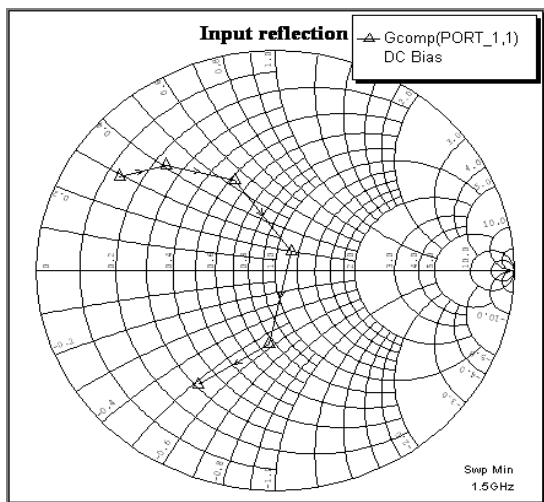

Рис. 3.22
14. Щёлкните левой кнопкой мышки по значку **Analyze** на панели инструментов. Полученный график показан на рис. 3.22.